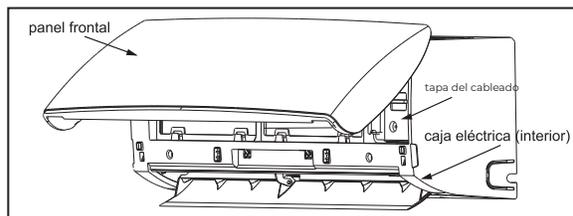
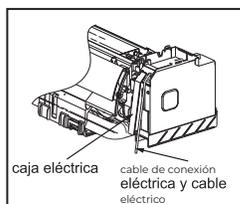

Fig. 16
Fig. 17
- Abra el panel frontal y la tapa del cableado (Fig. 16), luego pase el cable de conexión eléctrica y el cable eléctrico a través de los rieles de la caja eléctrica (Fig. 17).